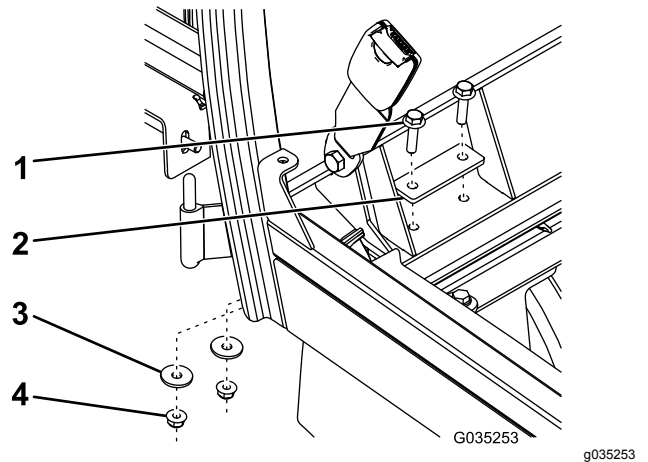

Figura 13
7. Fije la parte posterior del bastidor de la cabina a los apoyos derecho e izquierdo con 4 pernos con arandela prensada ($\frac{5}{16}$ " x $1\frac{1}{4}$ "), 2 placas de apoyo, 4 arandelas planas y 4 tuercas con arandela prensada ($\frac{5}{16}$ "), tal y como se muestra en la Figura 13.